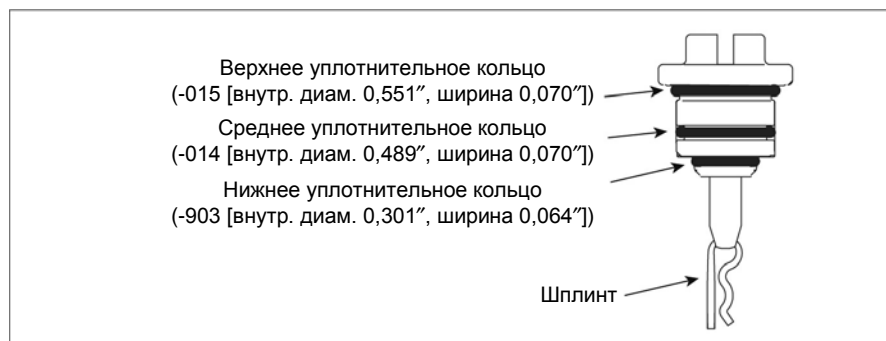

Рисунок 41. Шплинт в положении установки винта воздушной продувки
8. Смажьте три уплотнительных кольца нового винта техническим вазелином на нефтяной основе и установите винт (со вставленным и находящимся в вертикальном положении шплинтом) на место (см. рисунок 41).